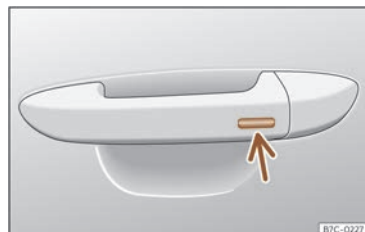

Abb. 62 Türgriff: Sensorfläche.
- **ODER:** mit dem Keyless Access-System (nur Schließen): Finger einige Sekunden auf der Sensorfläche zum Verriegeln >>> (Abb. 62) (Pfeil) im Türgriff halten, um die Fenster und das Schiebedach zu schließen. Wenn Sie die Sensorfläche nicht mehr berühren, wird die Schließfunktion unterbrochen.
Halten Sie einige Sekunden lang einen Finger über die Verriegelungssensorfläche >>> (Abb. 62) (Pfeil) am Türgriff, damit das Dach geschlossen wird. Wenn Sie die Sensorfläche nicht mehr berühren, wird die Schließfunktion unterbrochen.